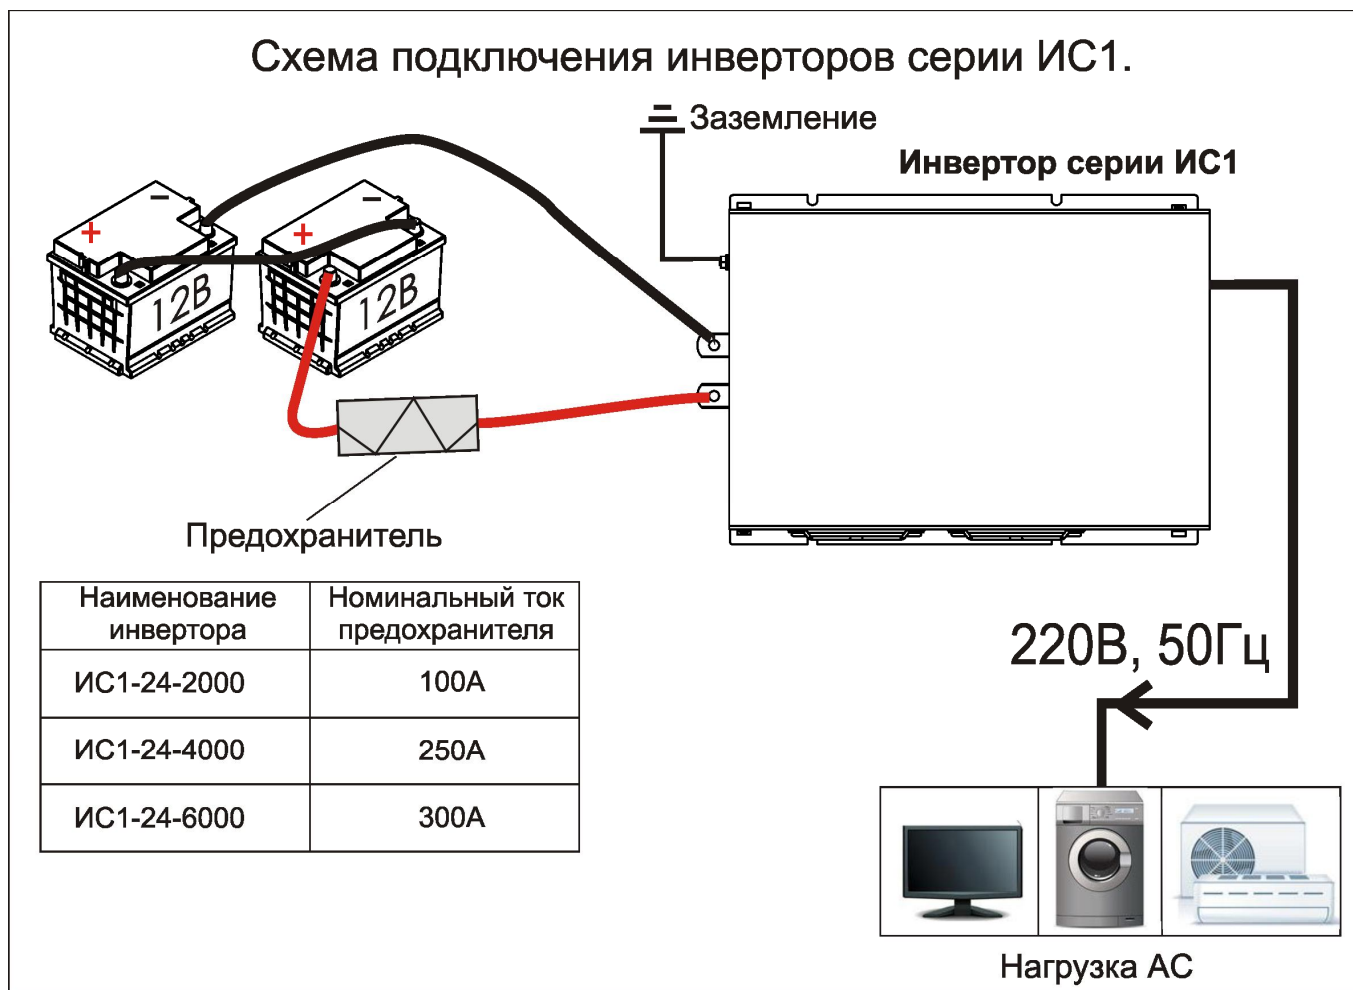

Рис.2.
- 6.6. Подключение преобразователя производится в следующем порядке согласно Рис.2:
- подсоедините преобразователь к аккумулятору с помощью штатных питающих кабелей через проходной предохранитель, расположенный непосредственно на плюсовой клемме аккумулятора (номинал предохранителя указан на Рис.2).